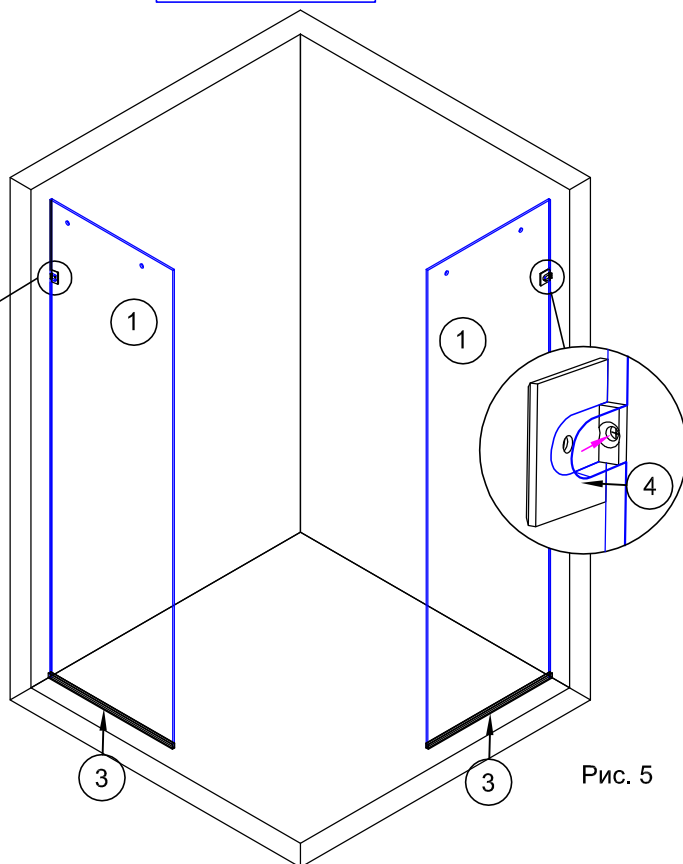

Рис. 5
2.2. С внутренней стороны стекла в вырез установить комплект 1 держателя (рис.4). Отметить на стенах места отверстий для крепления держателей (рис.5).
Вставить в отверстия дюбели №19. При необходимости использовать молоток. (рис. 5)